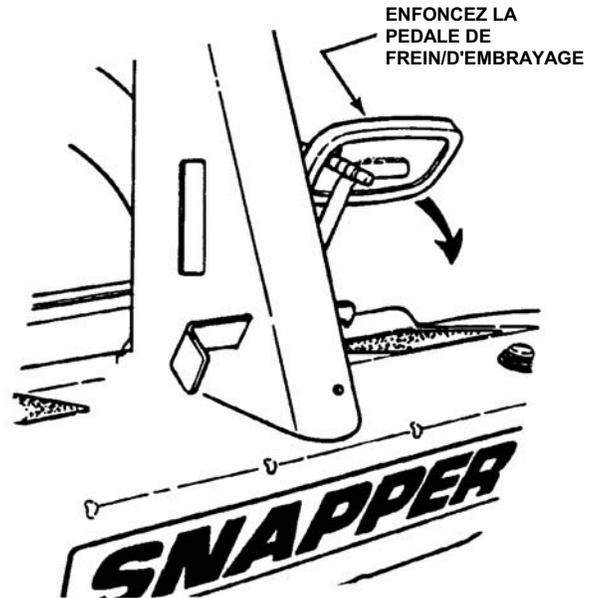

FIGURE 2.11
2. Enfoncez la pédale de frein/d'embrayage. Voir figure 2.11.